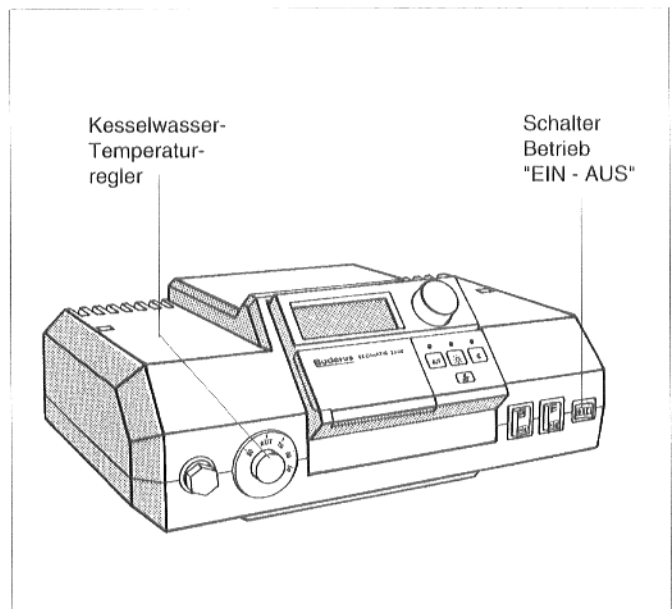

Abb. 23: Regelsystem 2000
- Schalter Betrieb (Abb. 23 bzw. 24) in Stellung I
- Kesselwasser-Temperaturregler (Abb. 23 bzw. 24)